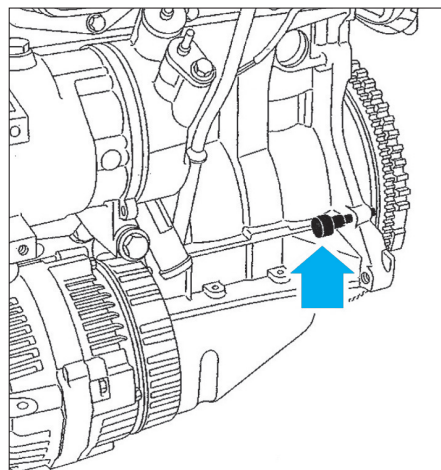
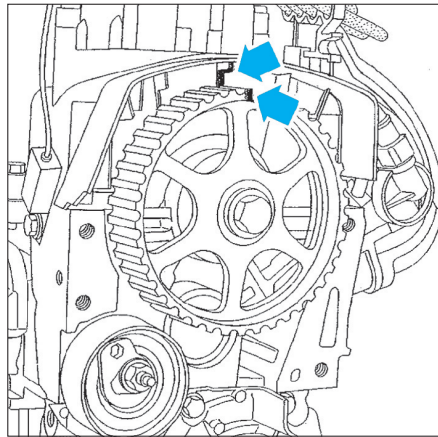

Fig. 4
Fig. 6
- Piger le moteur au PMH du premier cylindre à l'aide d'une pige [2] (Fig.4) dans le bloc moteur en alignant le repère de la roue dentée de vilebrequin sur leur repère fixe.
La roue dentée d'arbre à cames possède cinq repères, seul le repère de forme rectangulaire sur la face d'une dent représente le PMH (Fig.6).
• Vérifier le calage des roues dentées d'arbre à cames (Fig.6) et de vilebrequin (Fig.7) par rapport aux repères fixes et la mise en place de la pigne de vilebrequin (Fig.4).